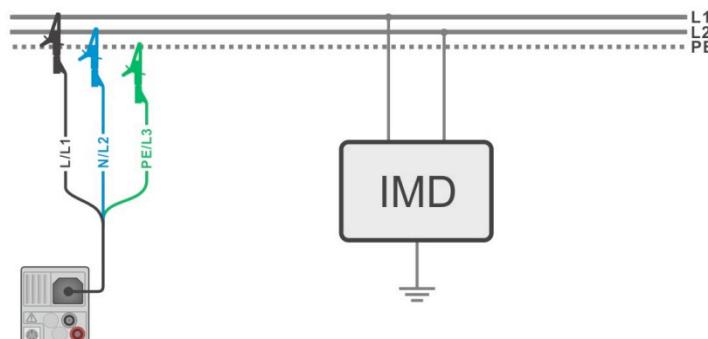
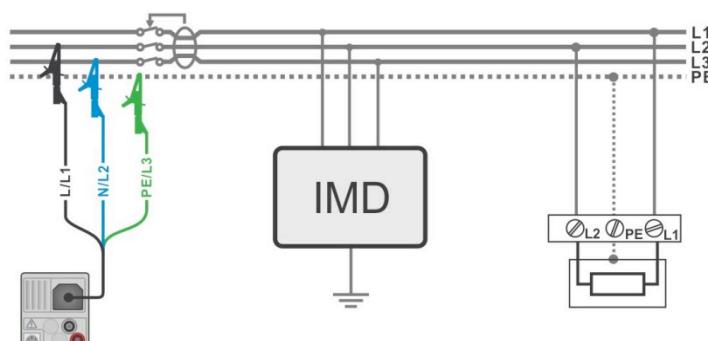

Рисунок 7.68: Измерение наибольшего тока утечки первичного повреждения с 3-проводным кабелем.
Рисунок 7.69: Измерение тока утечки первичного повреждения для цепи с УЗО с 3-проводным кабелем.
- › Подключите измерительные провода к испытываемому объекту, см. *Рисунок 7.68: Измерение наибольшего тока утечки первичного повреждения с 3* и *Рисунок 7.69: Измерение тока утечки первичного повреждения для цепи с УЗО с 3-проводным кабелем*.